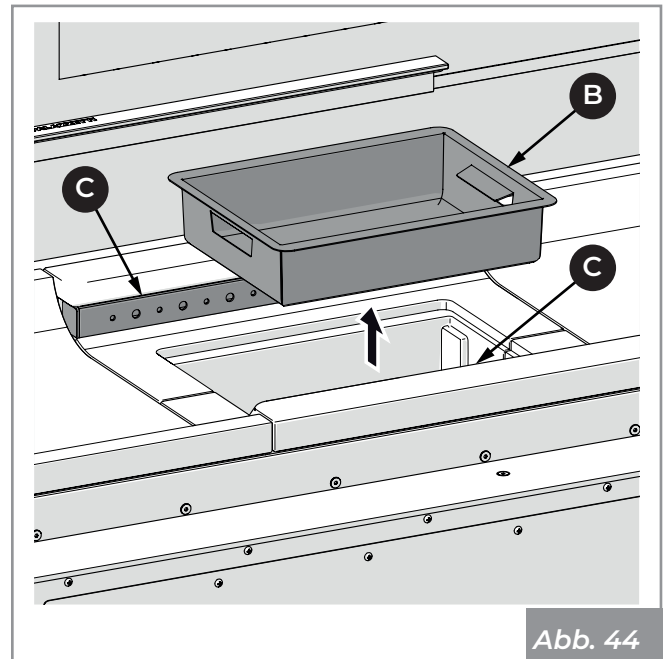

Abb. 44
- 2) Ziehen Sie die Aschelade (B) aus dem Sockel und saugen Sie die in den Fächern darunter angesammelte Asche auf (Abb. 44).
- 3) Die vorderen und hinteren Löcher (C) des Verbrennungsluftverteilers absaugen, um eine mögliche Ansammlung von Asche zu vermeiden (Abb. 44).